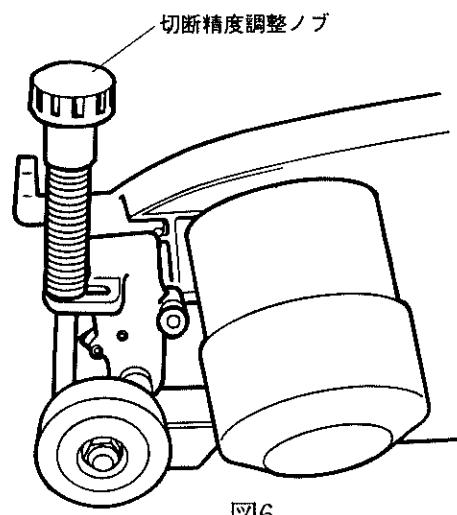

図6
③前面カバーを外し、のこ刃を張ります。(詳細はP18)
④フレームを起こした状態で、モータ側面の切断精度選定表に表示のある、被切断材に適した位置に切断精度調整ノブをセットします。(図6)